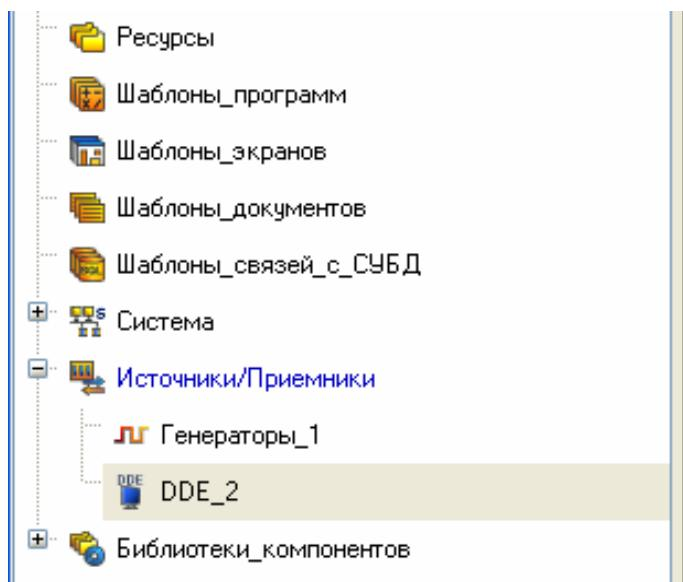
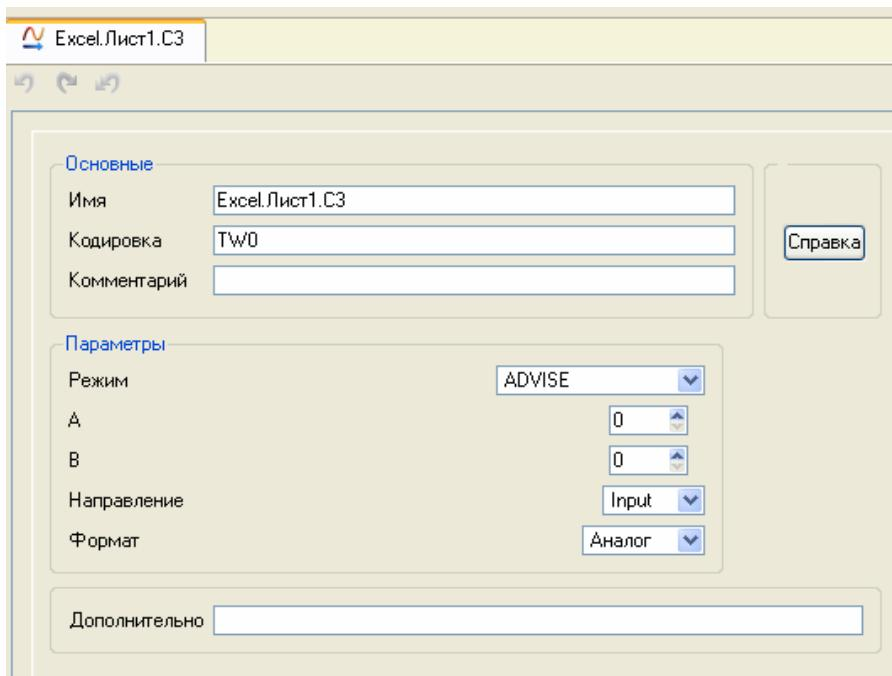

Рис. 6.3
Рис. 6.4
6.4.2.2. У групі **DDE** створити компонент **DDE#1** (рис. 6.3) і відрядагувати його, як показано на рис. 6.4.